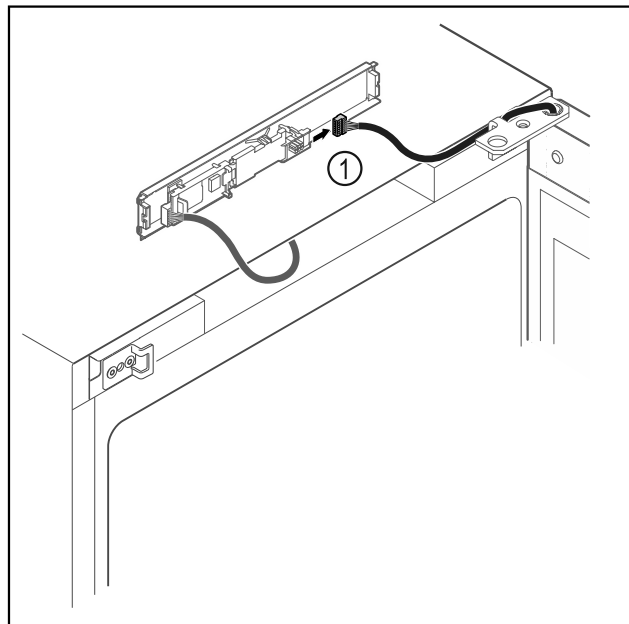

Fig. 17
- ▶ Scoateți fișa Fig. 17 (1) de la placa electronică.